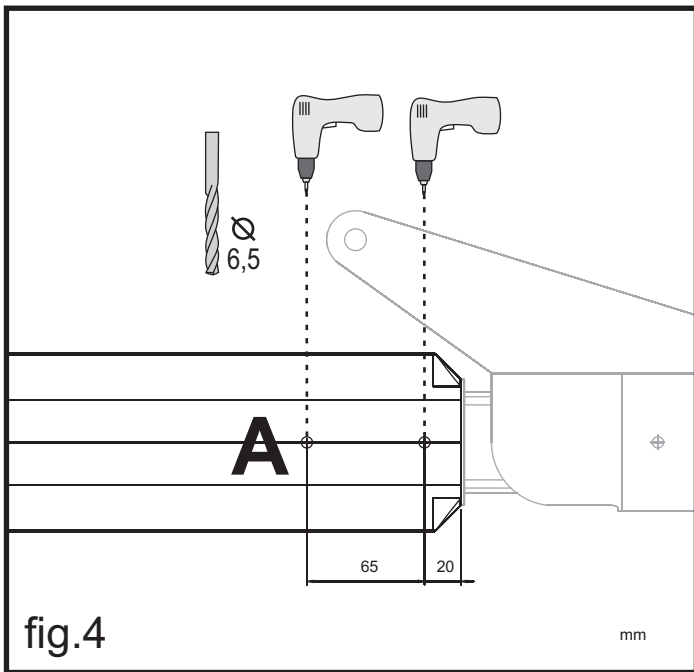

fig.4
Eseguire 4 fori (D. 6,5mm) nel profilo (A) due per ogni lato come indicato in fig. 4.
Effectuer 4 trous (D. 6,5 mm) dans le profil (A) deux de chaque côté comme indiqué dans la fig. 4.
Realice 4 taladros (ø 6,5mm) en el perfil (A) dos por cada lado como muestra la fig. 4.
Drill 4 holes (D. 6.5mm) in profile (A), two on each side as shown in fig. 4.